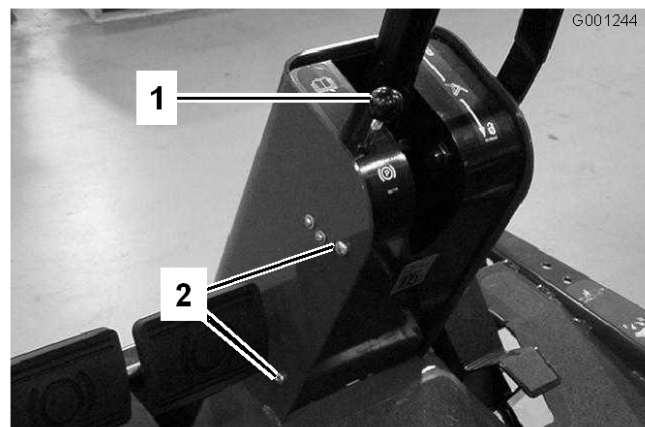

Bild 67
1. Nehmen Sie das Handrad von der Feststellbremse und die Schrauben von der Abdeckung der Lenksäule (Bild 67).